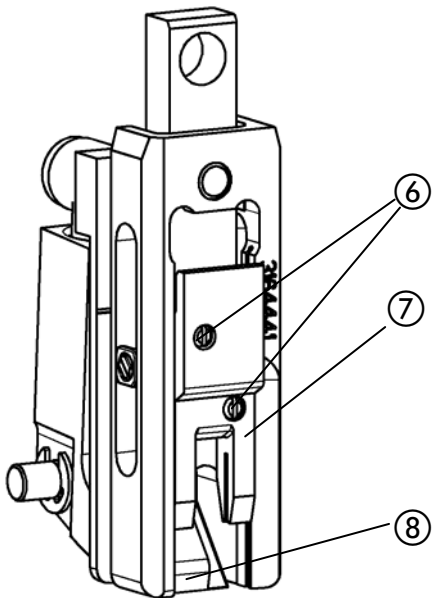

Fig. 39
- Fig. 39 -
- Desenroscar el tornillo prisionero ⑥ y empujar el impulsor ⑦ hacia abajo fuera del plegador.
- Presionar hacia atrás la lengüeta del empujador ⑧ e introducir el impulsor desde abajo en el plegador.